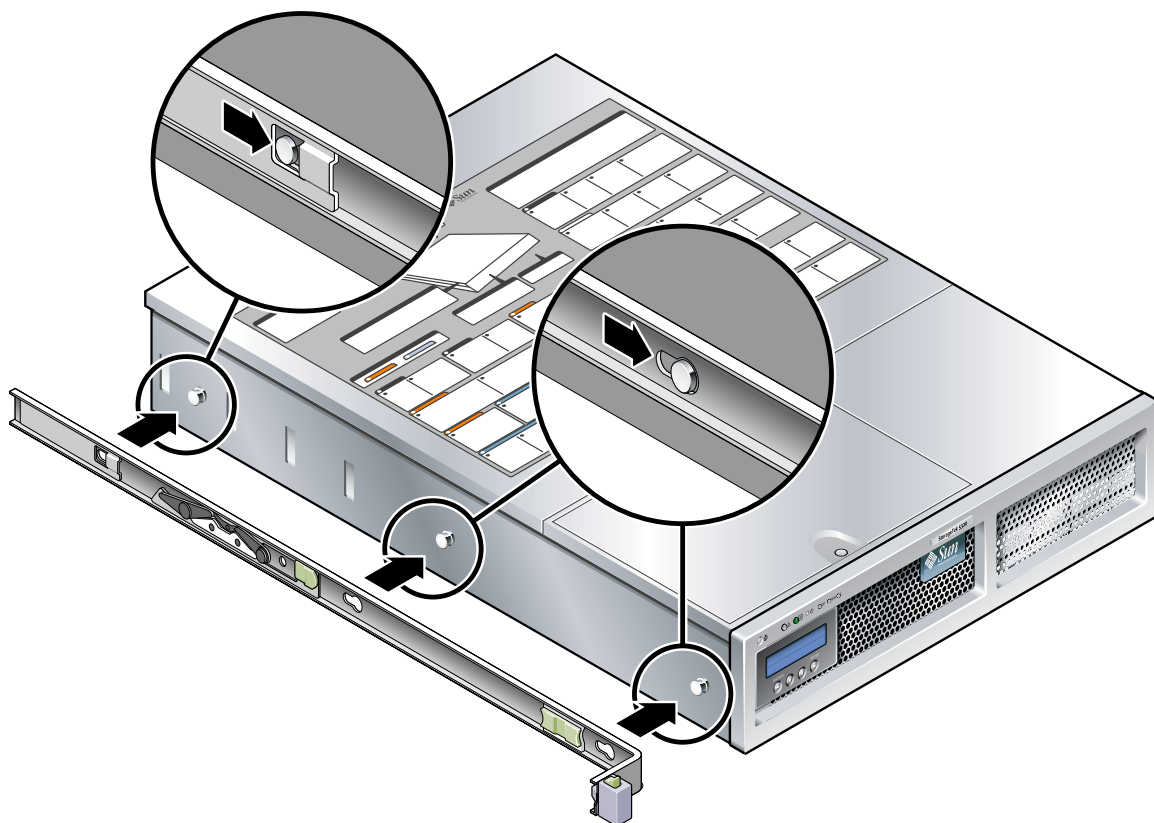

図 2-17 固定部品のシャーシへの取り付け
- a. スライドレールロックを前面側にして、固定部品の 3 つのはめ込み用の穴とシャーシ側面の 3 つの位置決め用ピンの位置に合わせて、サーバーシャーシに固定部品を配置します (図 2-17)。
- c. 図 2-17 の右側に示すように、3 つの位置決め用のピンがはめ込み用の穴に固定され、背面側の位置決め用のピンが固定部品のロックにかみ合っていることを確認します。